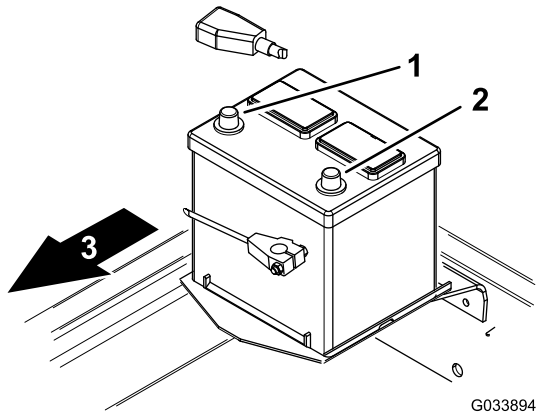

Figure 11
- Raccordez le câble positif (rouge) de la batterie à la borne positive (+) et glissez le capuchon en caoutchouc sur la borne positive (Figure 11).
- 3. Branchez le câble négatif (noir) à la borne négative (-) de la batterie (Figure 11).